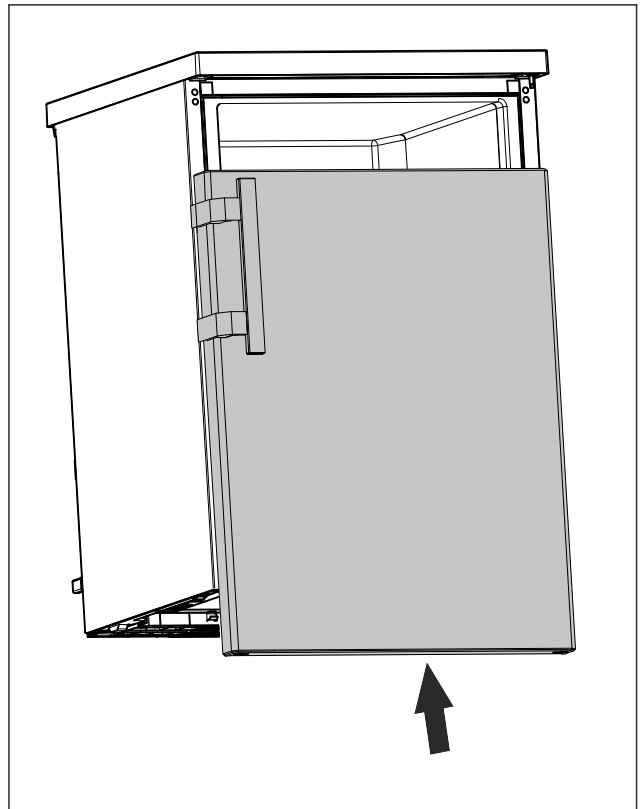

Fig. 20
- ▶ Надвиньте дверь в закрытом состоянии на верхний болт. (см. Fig. 20)